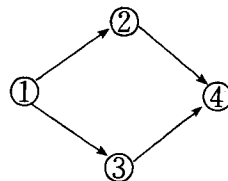
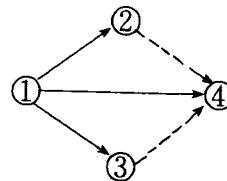

图 9-2 循环矢线图
图 9-3 虚线矢线图
的顺序编写, 不得重复且不能循环, 如图 9-2; 若节点从①开始必须采取平行作业, 同时在节点②处交汇, 可用图 9-3 方式绘制, 图中虚线为虚拟作业线, 工作无日程内容, 作业时间为零, 为避免逻辑混乱和增加节点工作量, 尽量少用虚拟作业线。